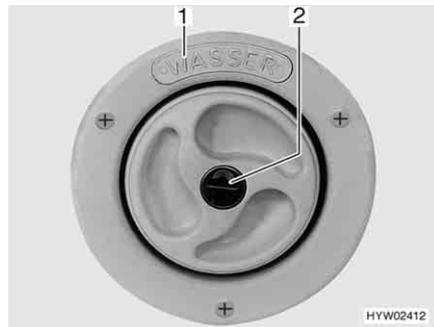
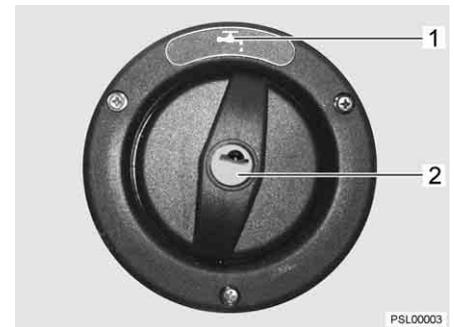

Fig. 199 Tapa de cierre para el tubo de llenado de agua potable
Fig. 200 Tapa de cierre para el tubo de llenado de agua potable (alternativa)
El tubo de llenado de agua potable está marcado con el rótulo "WASSER" (agua) (Fig. 199,1) o con el símbolo "W" (Fig. 200,1). La tapa de cierre se abre o cierra con la llave para las cerraduras de trampa exteriores.
- Introducir la llave en el cilindro de cierre (Fig. 199,2 ó Fig. 200,2) y girarla un cuarto de vuelta en sentido contrario a las agujas del reloj.